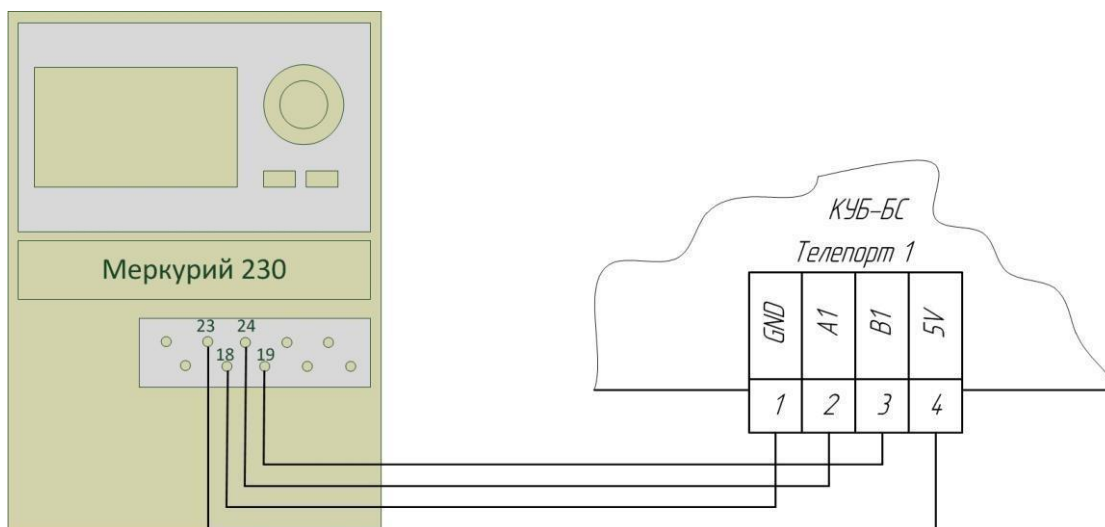

Рис. 24 Подключение счетчика к КУБ-БС
- Полученное значение должно быть не более 65535, занести его в поле «Наклон 1» и сохранить. (В случае коэффициента более 65535 перепроверить замеры и расчеты. Результат представлен на рис. 24. Этим самым устанавливается верный множитель в передаточной функции.
Для контроля энергопараметров к 485 интерфейсу «Телепорта №1» КУБ-БС подключается электросчетчик «Меркурий 230» со встроенным интерфейсом RS-485 (см. Рис. 24). Контроллер периодически (1 раз в 5 сек.) опрашивает счетчик и фиксирует значения энергопараметров (Ток, напряжение и др.).